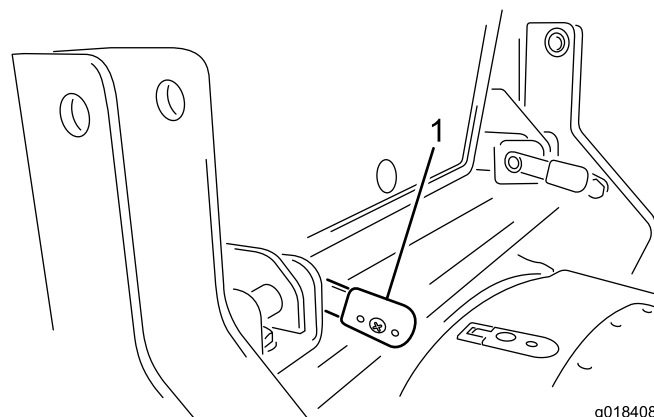

図 16
3. レバーが奥まで入ったら、レバーを後方に回してロックします（図 16）。